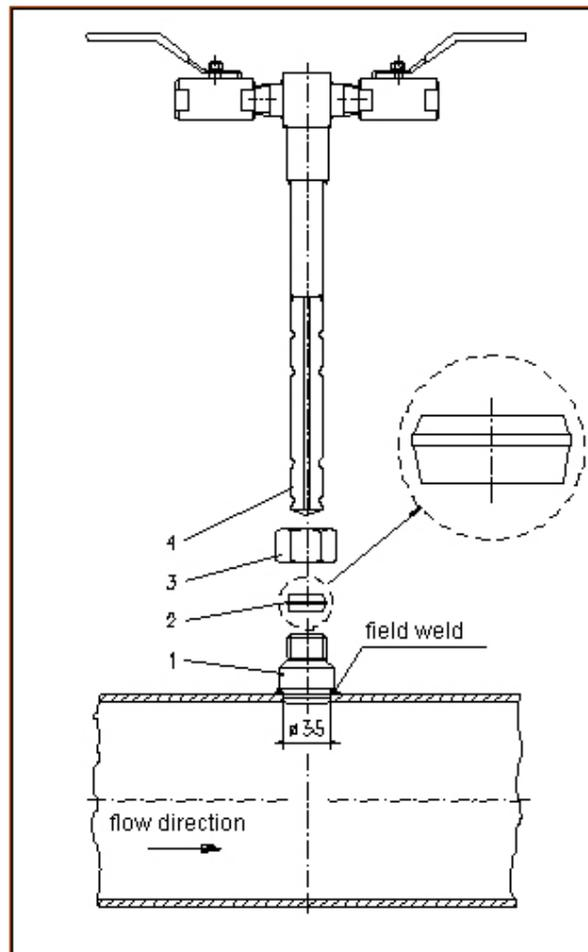

Abb. 8 Montage einer IBR ohne Gegenlager (IBR-20/25/35)
2. Nehmen Sie vor dem Einschweißen den Schneidring (2) von der Einschweißmuffe (1), um ihn vor Hitzespannungen, die beim Schweißen entstehen, zu schützen. Die Druckmutter (3) bleibt während der Montage auf die Einschweißmuffe geschraubt (siehe Abb. 8 (Seite 13)), um das Gewinde zu schützen.
5. Nun kann der Einbau der Itabar-Sonde in die Rohrleitung erfolgen (Abb. 8). Nehmen Sie die Druckmutter von der Einschweißmuffe und schieben Sie sie über das Sondenprofil (4). Schieben Sie den Schneidring (die kürzere Seite zeigt nach oben!) auf das Sondenprofil. Führen Sie nun die Sondenspitze zusammen mit der Druckmutter und dem Schneidring in die Einschweißmuffe ein, bis die Sondenspitze an der gegenüberliegenden Seite der Rohrleitung anstößt.